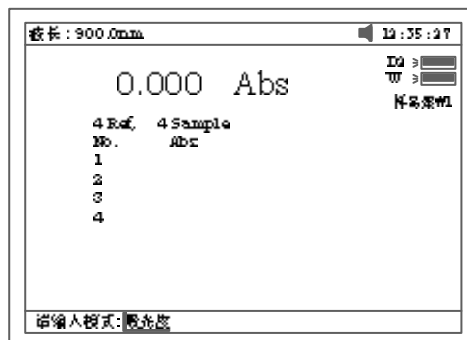

图 103
- b. 按【F2】键选择试验模式 (吸光度或透过率) 图 103 所示。